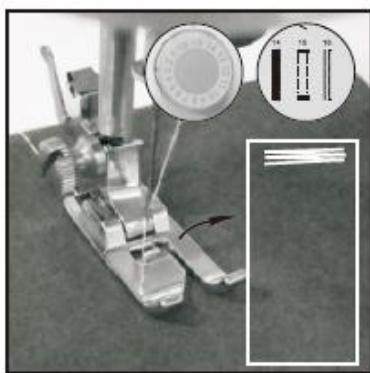

Abb. 15
- 2) Uključite stroj pomoću prekidača i zašijte 5 do 6 uboda malom brzinom, a zatim isključite stroj (Abb. 15).